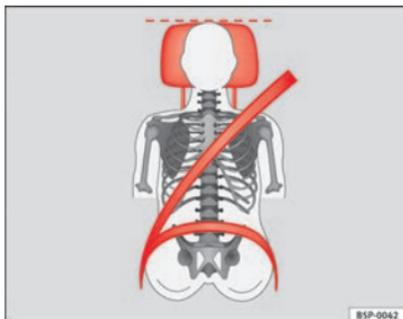

Fig. 13 Banda del cinturón y apoyacabezas ajustados correctamente, vistos de frente
- La banda del hombro debe pasar aproximadamente por el centro del mismo, pero nunca sobre el cuello. El cinturón de seguridad debe quedar plano y bien ceñido a la parte superior del cuerpo → fig. 13.